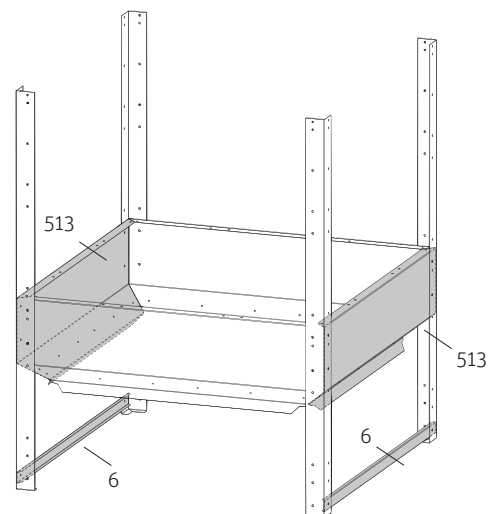

Fig. 7 Verbinder seitlich montieren
Standwinkel-Einheiten mit 2 Verbinder (513) an den Stirnseiten verbinden und unten beiderseits je 1 Verbinder (6) montieren – Fig. 7.
Das vormontierte Gestell an den endgültigen Standort stellen – Fig. 7.